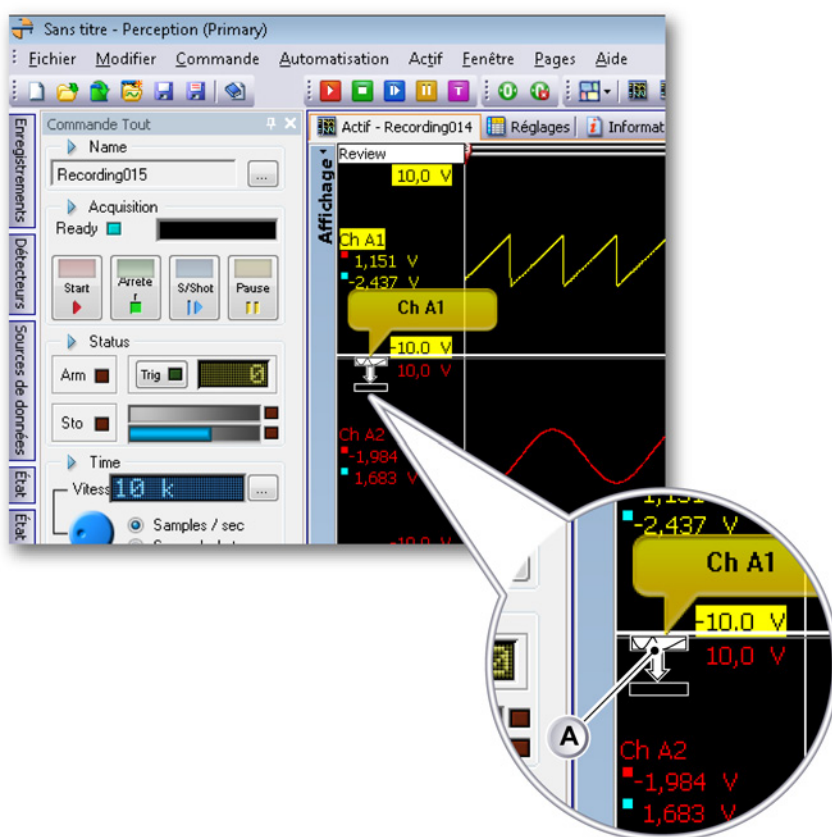

Figure 6.15 : Faire glisser le tracé sur le séparateur de bande
- 2 Faites-le glisser sur un séparateur de bande comme illustré dans Figure 6.15.